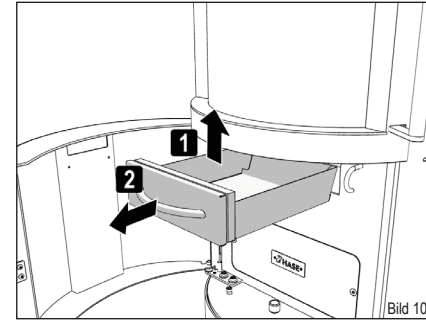

Bild 10
- ▶ Ziehen Sie den Aschebehälter am Griff aus der Öffnung heraus (Bild 10).